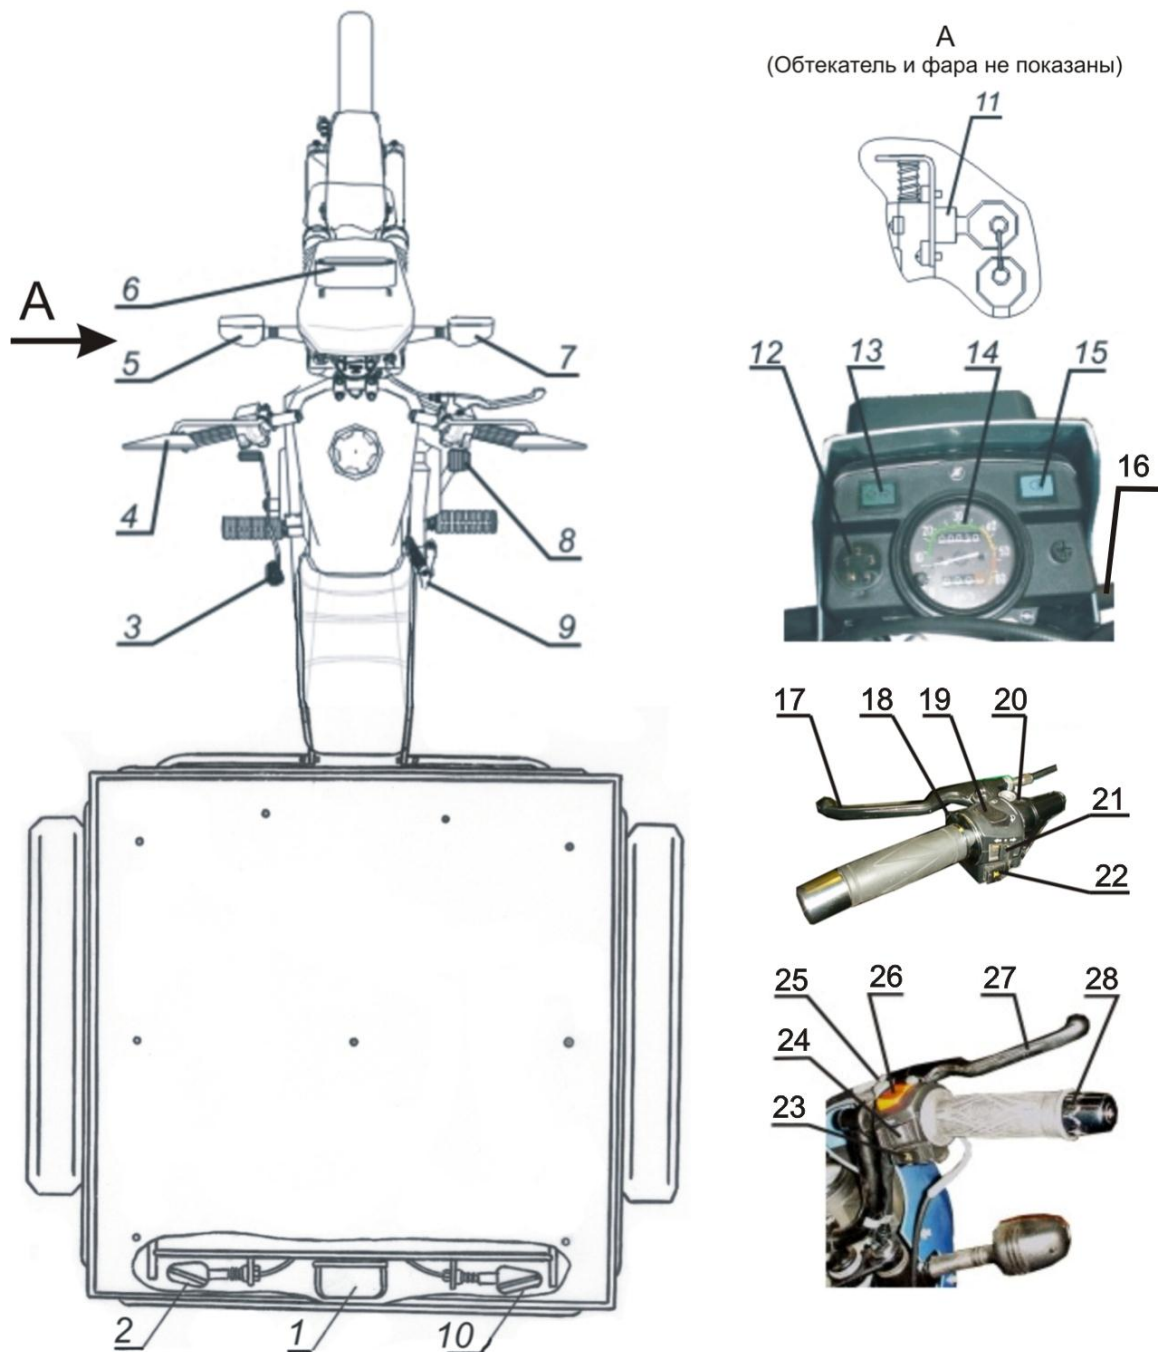

Рис. 2. Механизмы управления и приборы
- включить пусковое устройство карбюратора (поз. 4 рис. 5), для чего повернуть на себя ручку (поз. 18 рис. 2), расположенную на левом переключателе, на руле;
МЕХАНИЗМЫ УПРАВЛЕНИЯ И ПРИБОРЫ (см. рис. 2)
Центральный переключатель 216005490201 поз. 11(рис. 2) переключается поворотом ключа на 90° по часовой стрелке, имеет три рабочих положения "1"; "2"; "3":